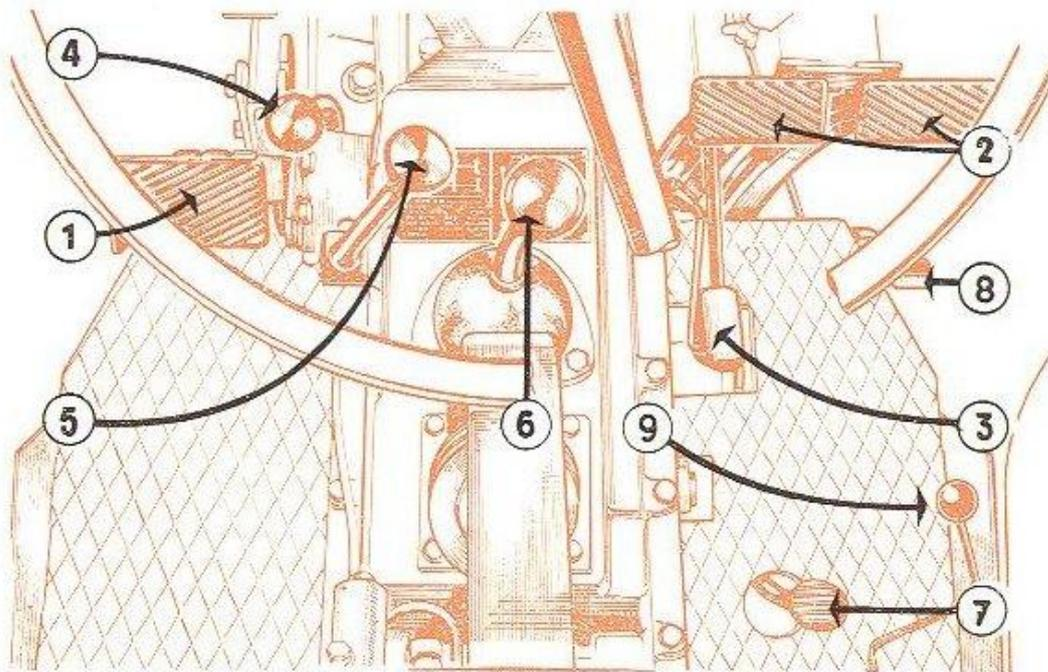

Fig. 6
■ 3° Les commandes purement mécaniques illustrées à la figure 6.